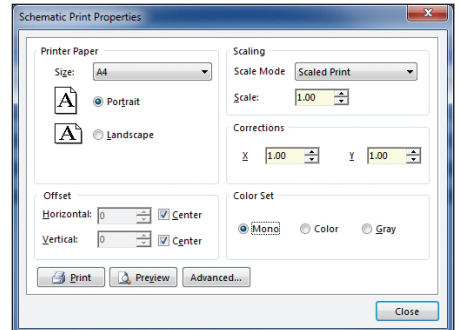

Рис. 21. Настройка листа задания
3. Теперь выполним настройку листов задания. Для этого снова щелкнем правой клавишей мыши на строке задания, но теперь в выпадающем меню выберем пункт *Page Setup...*. Откроется окно *Schematic Print Properties* (рис. 21). Сверху слева в области *Printer Paper* в выпадающем меню выберем A4, а в расположенном ниже переключателе выберем положение *Portrait*. Справа в области